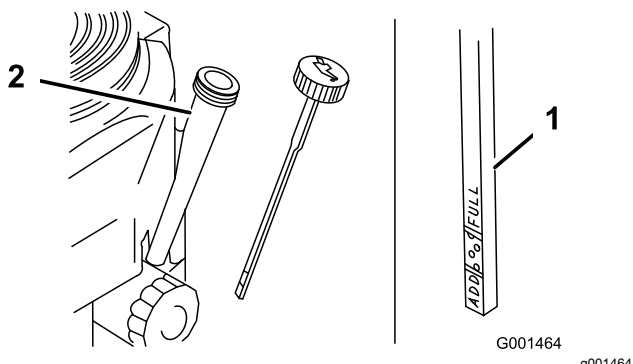

Figura 25
3. Limpie alrededor de la varilla de aceite (Figura 25) para impedir que caiga suciedad por el orificio de llenado y cause daños en el motor.
4. Desenrosque la varilla de aceite y limpie el extremo (Figura 25).
5. Deslice la varilla a fondo en el tubo de llenado, pero no la enrosque en el tubo (Figura 25).
10. Vierta lentamente un 80% aproximadamente de la cantidad especificada de aceite por el tubo de llenado (Figura 25).